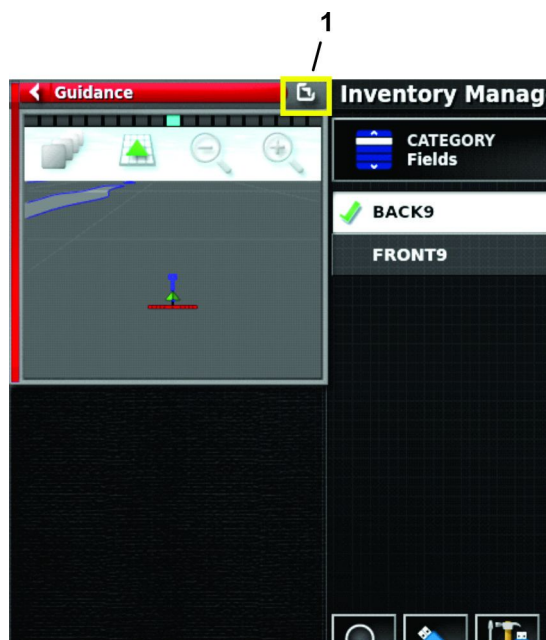

Figura 71
5. Premete l'icona RIPRISTINA SCHERMO INTERO (Figura 71).